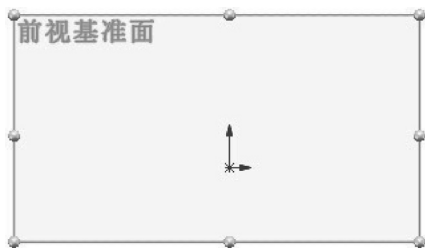

图 2-2 系统默认基准面
1) 执行命令。单击“草图”工具栏上的“草图绘制”按钮，或者直接单击“草图”工具栏上要绘制的草图实体，此时绘图区域出现图 2-2 所示的系统默认基准面。